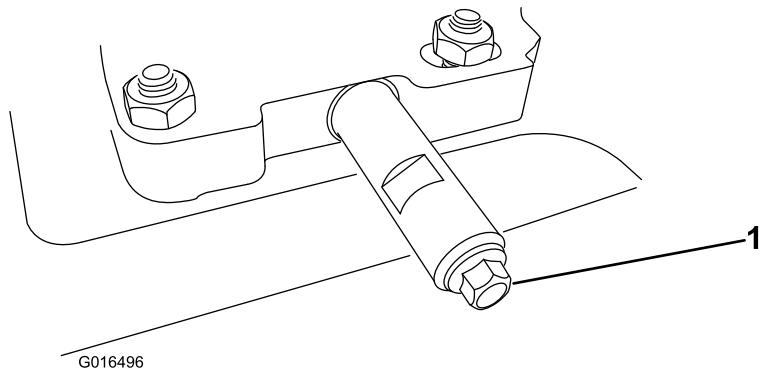

Bild 49
- Reinigen Sie den Bereich um die Ölabblassschraube (Bild 49).